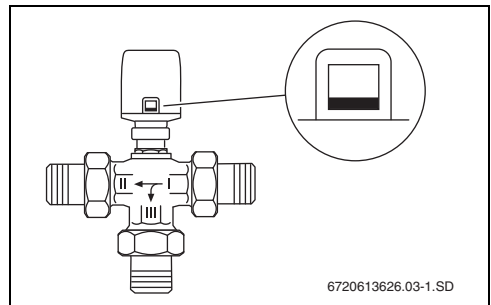

Bild 8 Hubanzeige im stromlosen Zustand
- Die Hubanzeige ist nur am unteren Rand sichtbar (→ Bild 8).